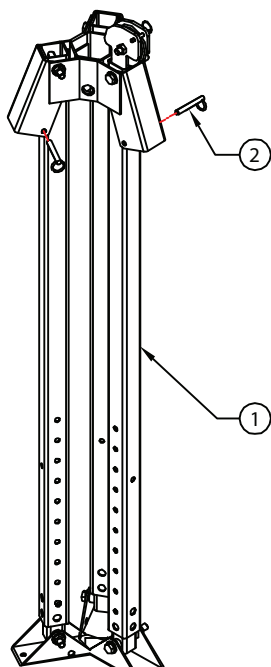

FIG. 1
1. Posizionare il treppiede chiuso [1] verticalmente sul pavimento con i piedini appoggiati a terra (Fig. 1).
2. Rimuovere i fermi delle gambe [2] da tre punti della testa del treppiede (Fig. 1).